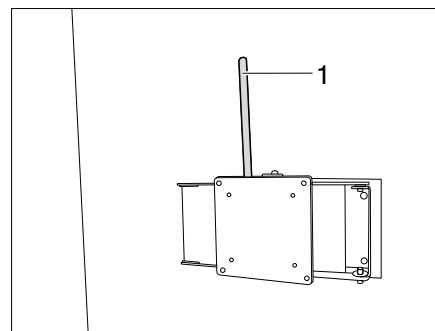

Figure 140 Support à bras articulé (variante 4)
- Tirer sur le levier (Figure 140,1).
- Repousser le levier (Figure 140,1) vers le dispositif de blocage en position initiale.